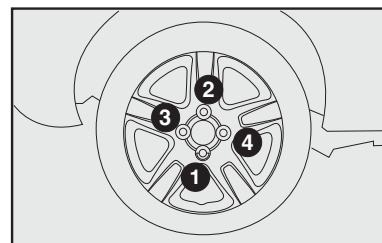

fig. 16
12) Apertar bem os parafusos, passando alternadamente de um parafuso ao outro diagonalmente oposto, de acordo com a ordem ilustrada na **fig. 16**.